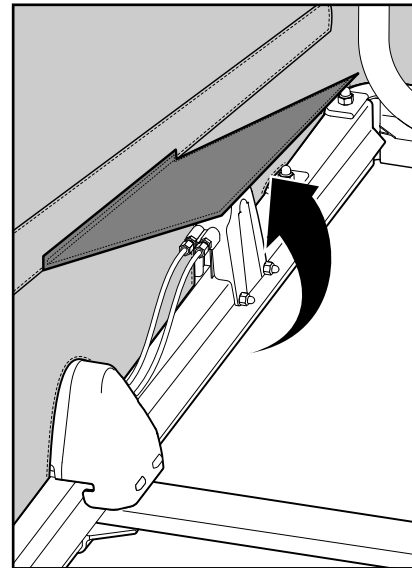

Figure 35
- b. Relevez le volet du câble de frein du côté du levier de frein de la remorque (Figure 35).